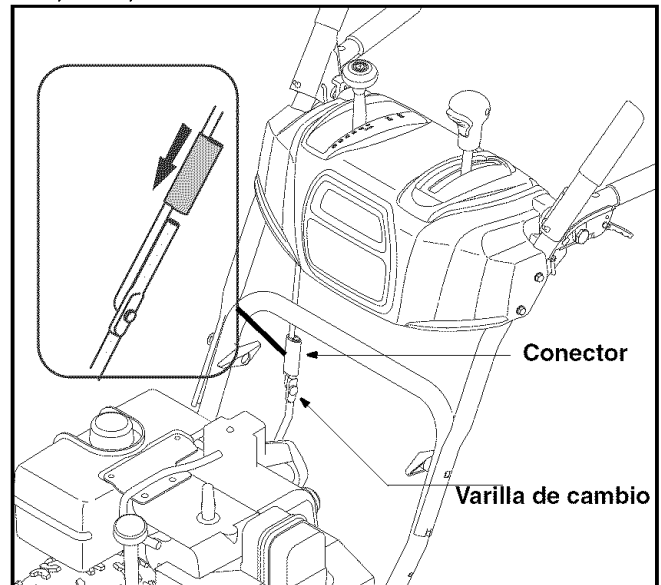

Figura 2
3. Deslice el conector de la varilla de cambio hacia abajo hasta el extremo inferior de la varilla de cambio. Golpee suavemente el conector hasta que **se trabé** sobre la varilla de cambio inferior. Vea la Figura 2.